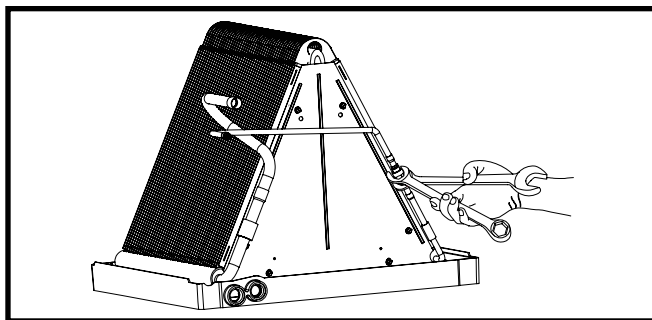

Figure 2. Desserrage de l'écrou et du boítier du distributeur
1. À l'aide de deux clés, desserrez l'écrou et le boítier du distributeur tel que montré à la Figure 2. Tournez l'écrou de l'assemblage dans le sens antihoraire jusqu'à ce que les deux moitiés de l'orifice se séparent.